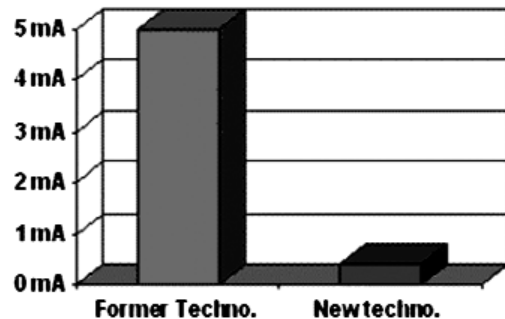

Рис. 2
Чем более быстродействующий диод, тем больше у него обратный ток утечки. Этот постулат применим как для технологии легирования золотом (Former techno), так и для технологии легирования платиной (New techno). На рис. 2 сравниваются сдвоенные диоды на 15 А. Однако при том же Q_{rr} обратный ток утечки (IR) оказывается приблизительно в 100 раз ниже для технологии легирования платиной. Пример для сравнения, R-семейство быстродействующих диодов с платиновым легированием при обратном напряжении 400 В и температуре 125°C имеет обратный ток утечки, равный только 200 мкА, что намного меньше, чем ток утечки (около 18 мА) при тех же остальных параметрах для диодов с легированием золотом.